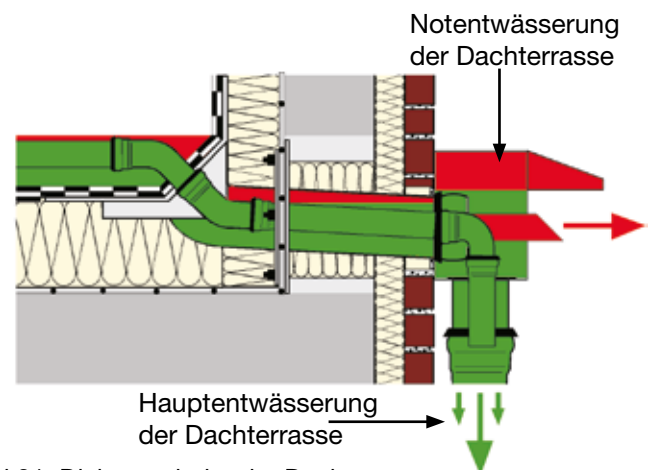

Bild 31. Dichtungsbahn der Dachterrasse
- a) ... den Sammelkasten der Attikaentwässerung der Dachterrasse (Bild 31).